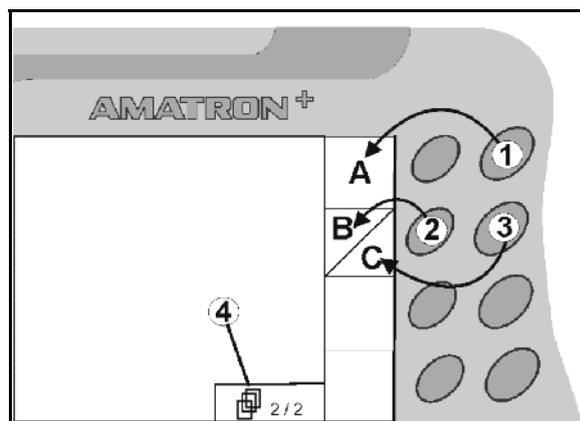

Fig. 10
- Erscheinen auf dem Display Quadratfelder ist nur die rechte Taste (Fig. 10/1) dem Funktionsfeld zugeordnet (Fig. 10/A).
- ist die linke Taste (Fig. 10/2) dem Funktionsfeld oben links (Fig. 10/B) zugeordnet.
- ist die rechte Taste (Fig. 10/3) dem Funktionsfeld unten rechts zugeordnet (Fig. 10/C).
<ul style="list-style-type: none"> <li>• Blättern in weitere Menüblätter (nur möglich wenn Symbol (Fig. 10/4) im Display erscheint)</li> </ul>